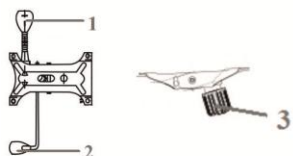

рис.1
В данном кресле используется синхромеханизм качания (рис. 1), в котором присутствует 3 регулировки: (1) рычаг фиксации качания, (2) регулировка высоты. (3) пружинно-винтовой механизм (регулировка степени качания)